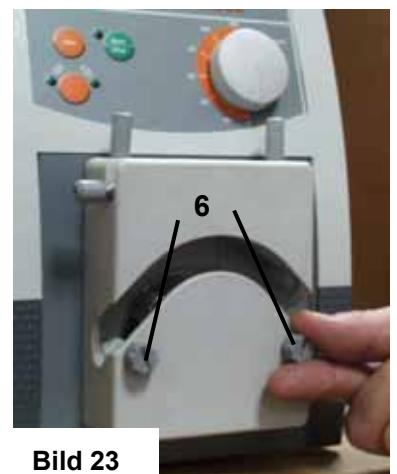

Bild 23
- Aus dem Pumpenkopf SP quick (3) die beiden kurzen Rändelschrauben (6 Bild 23) mit ca. 10 Linksdrehungen herausdrehen und durch die langen Rändelschrauben (7) ersetzen.
- Kurze Rändelschrauben (6 Bild 23) für spätere Nutzung aufheben.